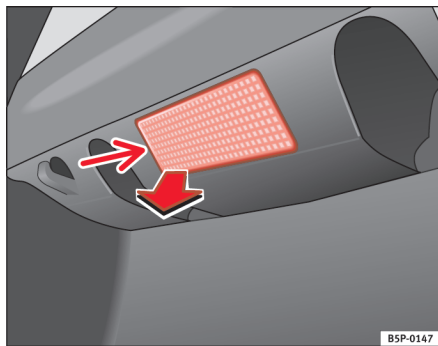

Fig. 161 Éclairage du coffre à bagages
- Retirez la tulipe en faisant pression sur le rebord de la partie intérieure de celle-ci -flèche- à l'aide d'un tournevis plat ⇒ fig. 161.